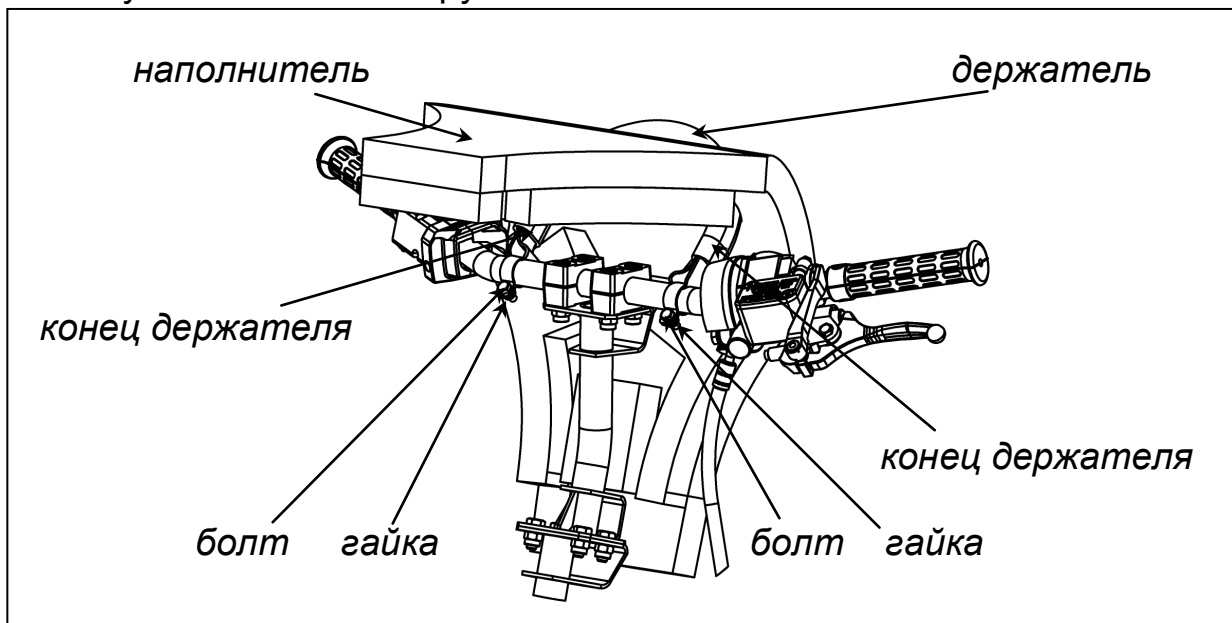

Рисунок 18 - Установка наполнителя руля
а) закрепите один конец держателя на руле при помощи болта и гайки (рисунок 18);
- в) закрепите второй конец держателя на руле при помощи болта и гайки (рисунок 18);